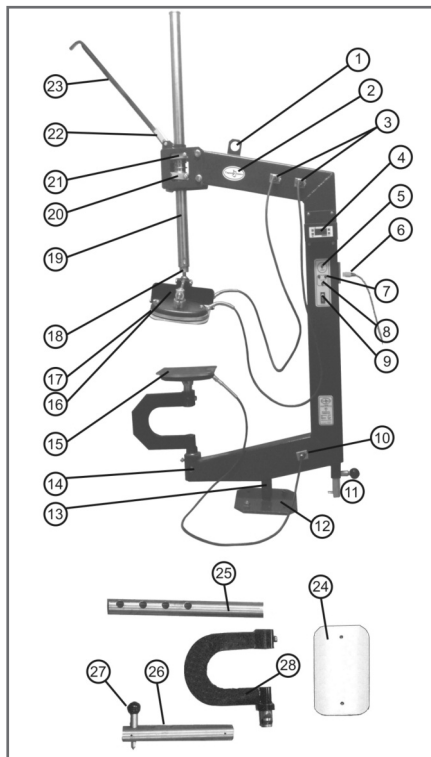

рис. 1
- Закрепить кронштейн для настольного крепления на рабочем столе или на специальной подставке для вулканизатора (стойке), см. рис.1.
- Вставить загнутый конец съемной рукоятки между зажимными пластинами (поз. 20, 21, см. рис. 1) , затем нажатием на одну из них расфиксировать и опустить шток с нагревателем вниз так, чтобы он был как можно ближе к поверхности шины.
- Установить съемную рукоятку в отверстие рычага (поз. 22, рис. 1) и, перемещая её вверх-вниз, прижать верхний нагреватель к шине так, чтобы ограничительный штифт переместился в верхнее положение по центру верхней ограничительной риски (рис. 6).